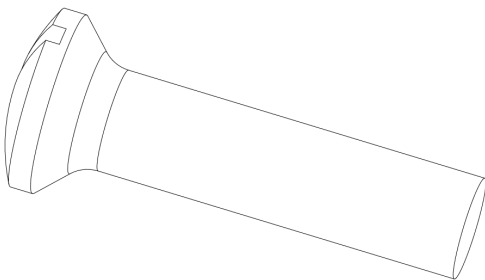

图 2-49 打开素材模型
(1) 单击常用工具栏中的【打开】按钮, 打开一幅素材模型, 如图 2-49 所示。